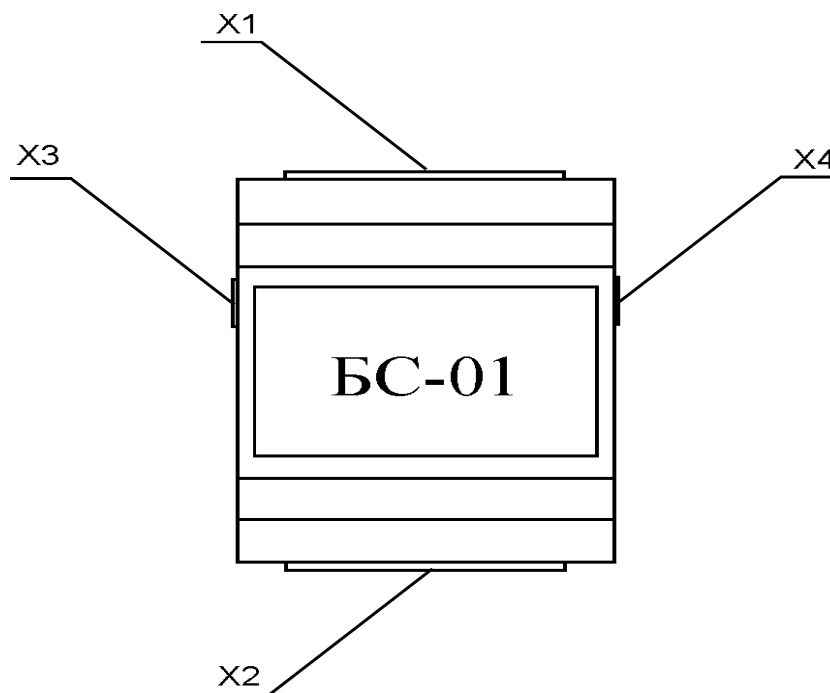

Рис. 1: Расположение разъемов
1. На рисунке 1. представлено расположение разъемов (вид сверху) (см. Рис. 1).